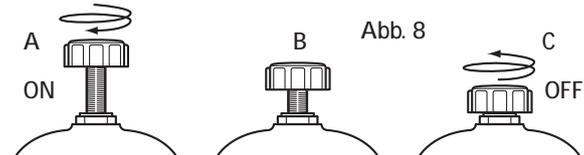

Abb. 8
- Schrauben Sie den Bypassknopf oben auf dem Dosierer völlig los (Abb. 8-A), der Dosatron ist nun in Betrieb und dosiert Produkt zu.
- Schrauben Sie den Bypassknopf vollständig fest (Abb. 8-C), der Dosatron stoppt (kein Betriebsgeräusch mehr) und saugt kein Produkt mehr an. Das Wasser läuft nach wie vor durch das Dosiergerät.
Achtung: Die mittlere Stellung ist die Entlüftungsposition (Abb. 8-B). Es ist normal, dass in dieser Stellung an der Bypass-Schraube Wasser austritt.